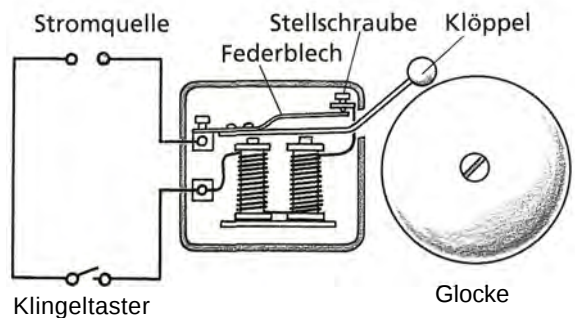

Bild 2: Kannst du selbständig herausfinden, wie die elektrische Klingel funktioniert?
Wenn du dir Bild 2 genau anschaust, kannst du selbst herausfinden, wie eine Klingel funktioniert. Hier noch ein paar Hilfen: Der Stromkreis kann an zwei Stellen unterbrochen werden, (1) am Klingeltaster (in Bild 2 geöffnet) und (2) an der Kontaktstelle zwischen Stellschraube und Federblech (in Bild 2 geschlossen). Wenn du nun den Klingeltaster drückst, also beide Schalter geschlossen sind, fließt der Strom durch den Elektromagneten und zieht das eiserne Federblech an. Was passiert dann? In rascher Folge wiederholt sich immer wieder das gleiche: Strom unterbrechen, loslassen, Strom flie-